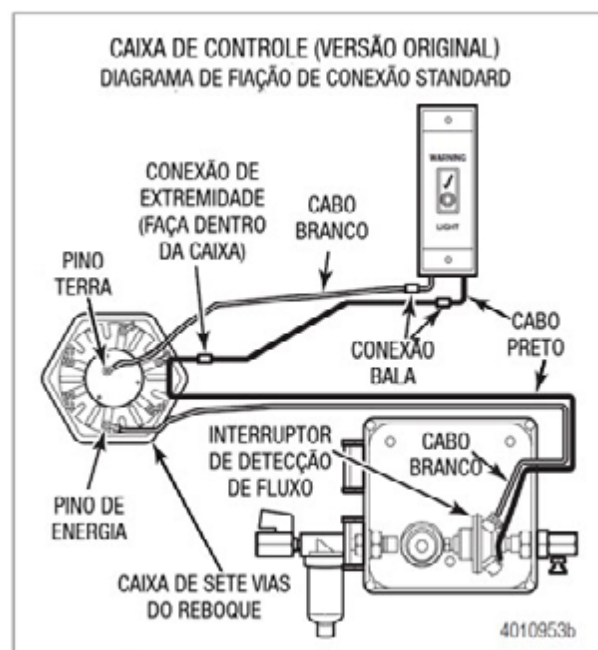
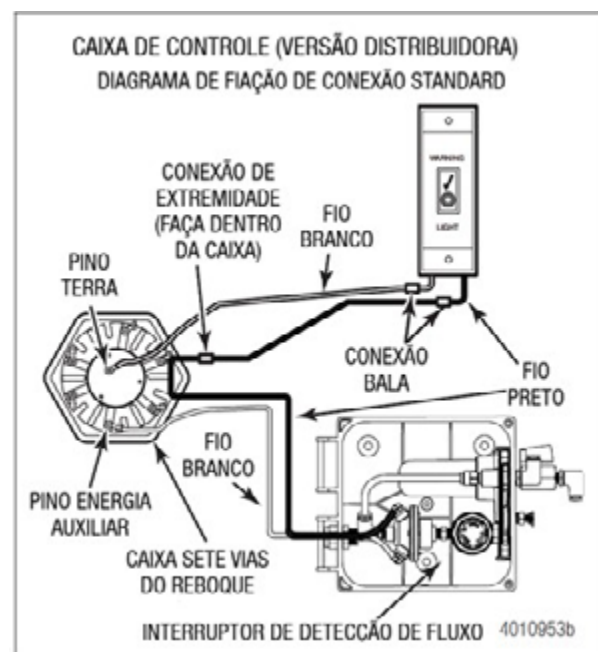

Figura 2.71
Figura 2.72
8. Na caixa de sete vias do reboque, fixe os conectores de anel aos fios brancos, um vindo da luz de advertência e outro vindo do caixa de controle. Figura 2.71 e Figura 2.72.